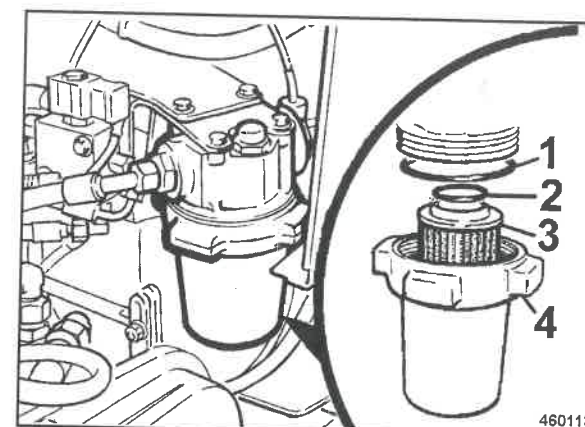

Fig. 135
- Svitare il bicchiere del filtro (4) (Fig. 135) e rimuovere la cartuccia (3).
- Montare il bicchiere del filtro con la nuova cartuccia ed i nuovi anelli di tenuta (1) e (2).